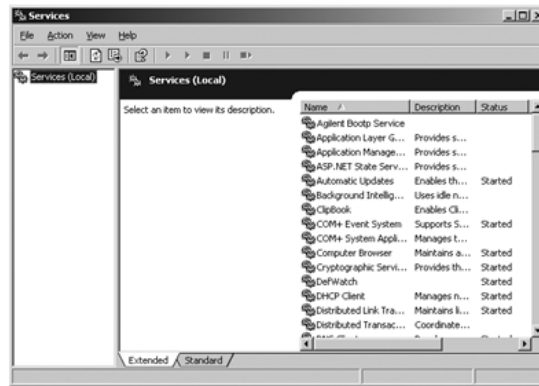

图 28 Windows 服务界面
- 1 从 Windows 控制面板中，选择 “管理工具” > “服务”。出现 “服务” 界面，参见 “第 75 页的图 28”。